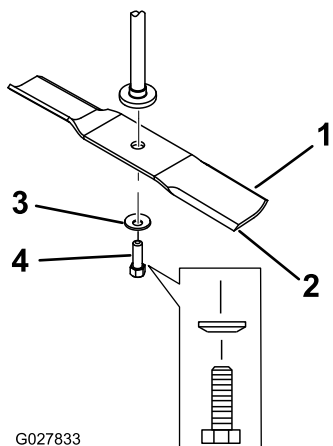

Figure 62
2. Enlevez de l'axe, le boulon, la rondelle bombée et la lame (Figure 62).
1. Placez la lame sur l'axe (Figure 62).
2. Posez la rondelle bombée (face concave vers la lame) et le boulon de lame (Figure 62).